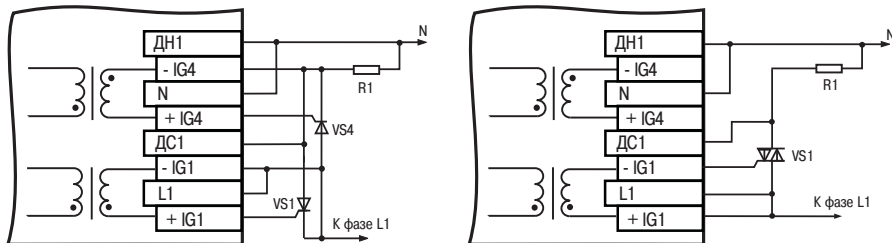

Рисунок 3.6
3.2.1.4 **Формирователь импульсов** имеет два изолированных выхода, что позволяет подключать к каждому каналу блока либо симистор, либо два тиристора (рисунок 3.6). Каждый выход при работе выдает от 1 до 4 пачек однополярных импульсов тока для открытия тиристора амплитудой 0,5А или 1,5А, в зависимости от Положения разряда **6** DIP-переключателя.